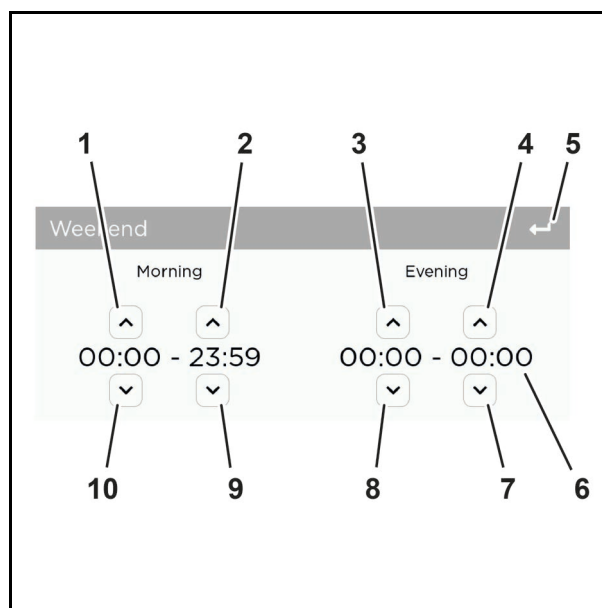

Abb. 54
1. Erhöhen Sie den Wert für den Beginn der Hauptbetriebszeit mit der Pfeiltaste (Abb. 54/1) bzw. den Wert für das Ende der Hauptbetriebszeit mit der Pfeiltaste (Abb. 54/2).
2. Reduzieren Sie den Wert für den Beginn der Hauptbetriebszeit mit der Pfeiltaste (Abb. 54/10) bzw. den Wert für das Ende der Hauptbetriebszeit mit der Pfeiltaste (Abb. 54/9).
3. Erhöhen Sie den Wert für den Beginn der Nebenbetriebszeit mit der Pfeiltaste (Abb. 54/3) bzw. den Wert für das Ende der Nebenbetriebszeit mit der Pfeiltaste (Abb. 54/4).
4. Reduzieren Sie den Wert für den Beginn der Nebenbetriebszeit mit der Pfeiltaste (Abb. 54/8) bzw. den Wert für das Ende der Nebenbetriebszeit mit der Pfeiltaste (Abb. 54/7).
5. Prüfen Sie die Zeitangaben in der Vorschau (Abb. 54/6). Korrigieren Sie ggf. mit den entsprechenden Pfeiltasten.
6. Kehren Sie mit "Zurück" (Abb. 54/5) in das übergeordnete Menü zurück.